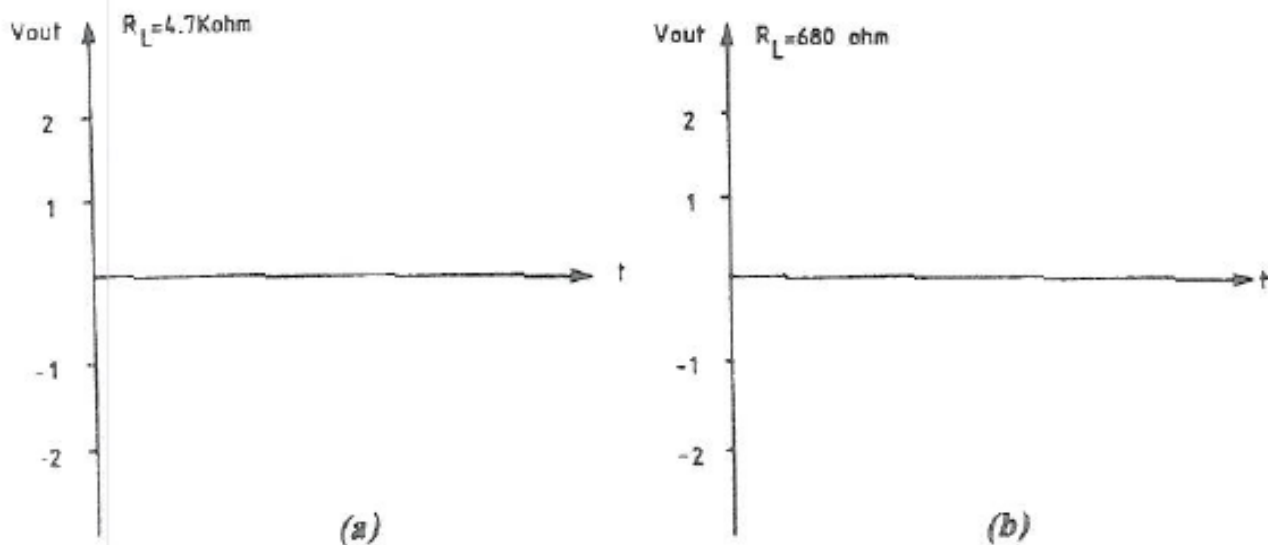

Fig. 5: Amplificação de CA
30. Registre os resultados na Fig. 5.